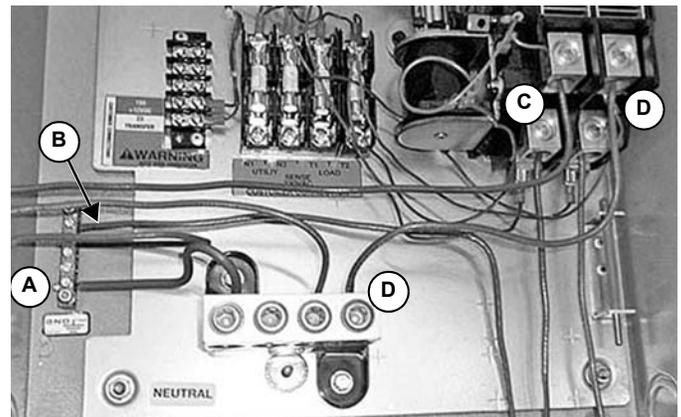

Рис. 2-8.
- Подсоедините заземления питания генератора (зеленый/желтый, В) к имеющемуся блоку нейтрального соединения (рис. 2-8).
- Подсоедините активный (под напряжением) коричневый провод (С) к верхней клемме внизу передаточного механизма (рис. 2-8).
- Присоедините нейтральный (синий) провод к нейтральной клемме (рис. 2-8).
- Подсоедините нейтральный синий провод (D) от нейтральной клеммы к верхней клемме внизу передаточного механизма. Удостоверьтесь, что вы соединили коричневый с коричневым, а синий с синим на соответствующих клеммах (рис. 2-8).